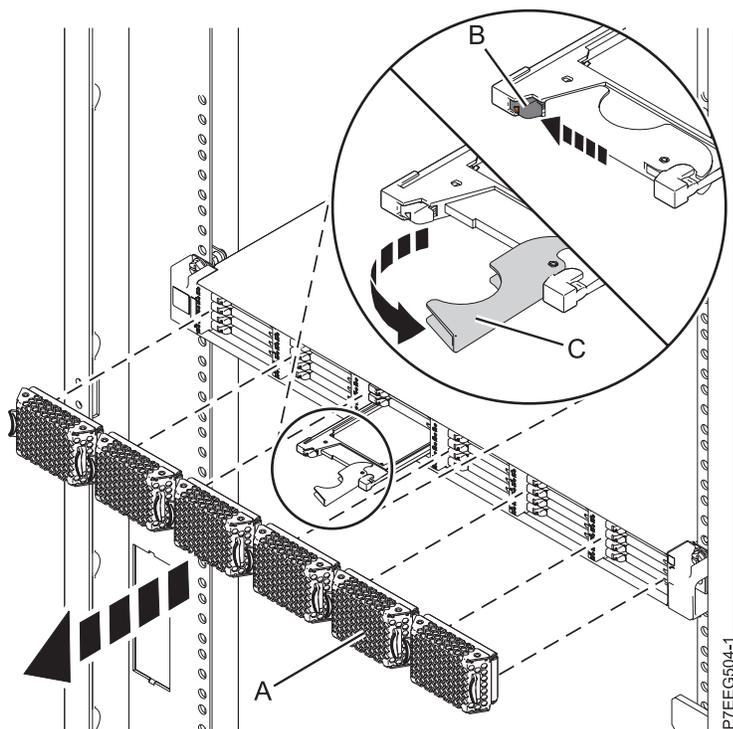

Figura 34. Extracción de la unidad de estado sólido de Alojamiento de almacenamiento PCIe de EDR1
1. Retire la placa frontal (A) que cubre la ranura que contiene la unidad de estado sólido.
4. Cuando el LED de identificación de la unidad de estado sólido se encienda de manera fija, deslice suavemente el pestillo de liberación (B) por encima para desbloquear el asa de la unidad. Consulte Figura 34.
5. Agarre el asa (C) y saque parcialmente la unidad de la ranura.